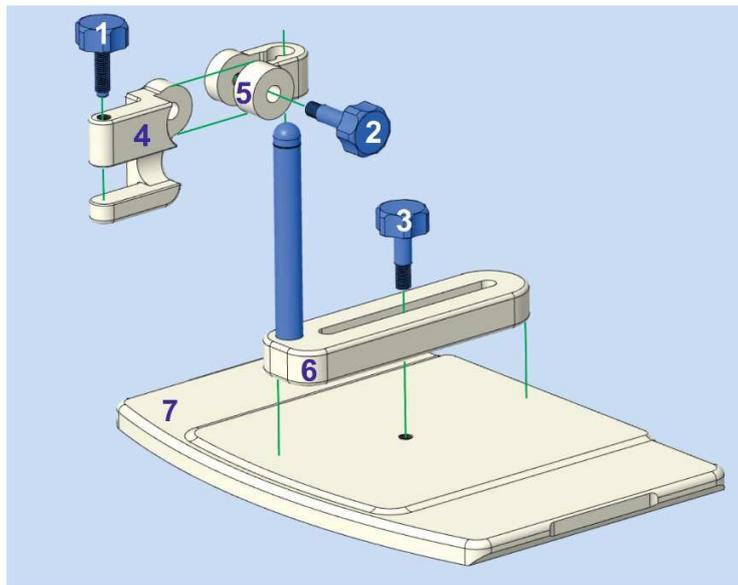

Figure 13 : Support de bobine ER démonté
- b. Démontez le support de bobine ER conformément à la figure 13.